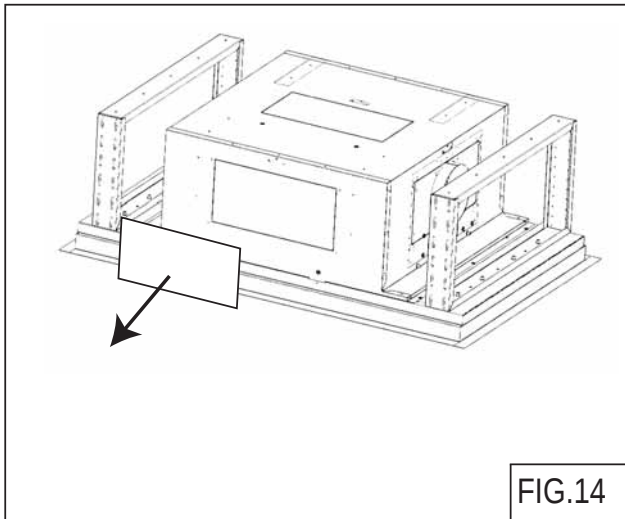

FIG.14
2. Enlevez uniquement la plaque d'éjection de la sortie d'air choisie (Fig. 14).